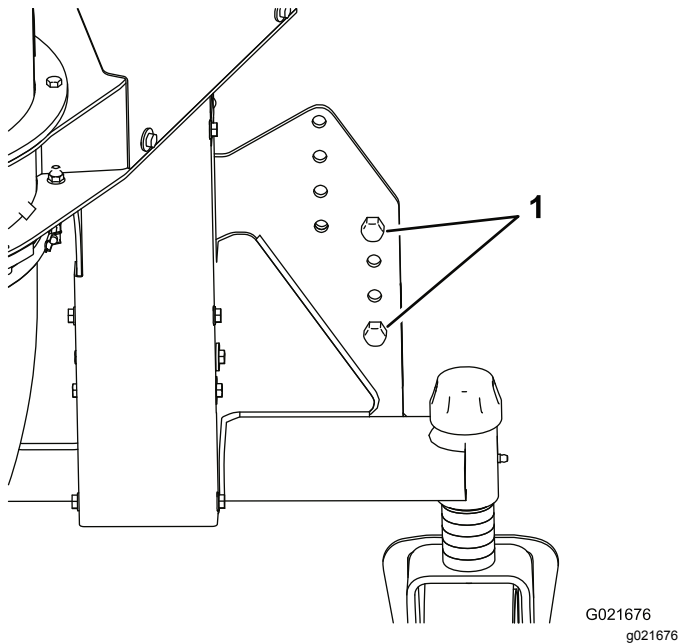

Figura 7
9. Deslize a grade afastando-a do soprador e desça o soprador até que as rodas giratórias toquem no solo mantendo a cinta esticada (Figura 7).